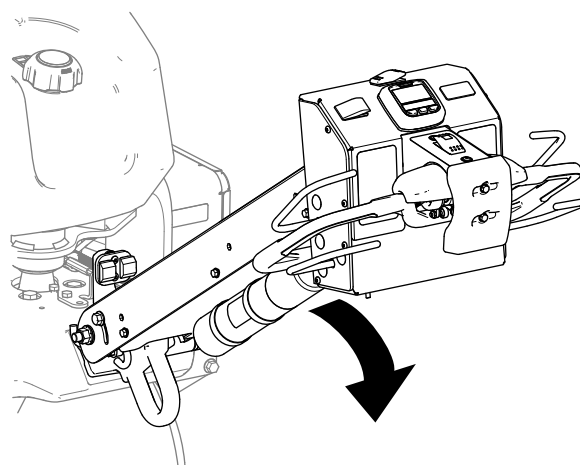

Figure 76
2. Abaissez le timon pour desserrer le frein de stationnement (Figure 76).